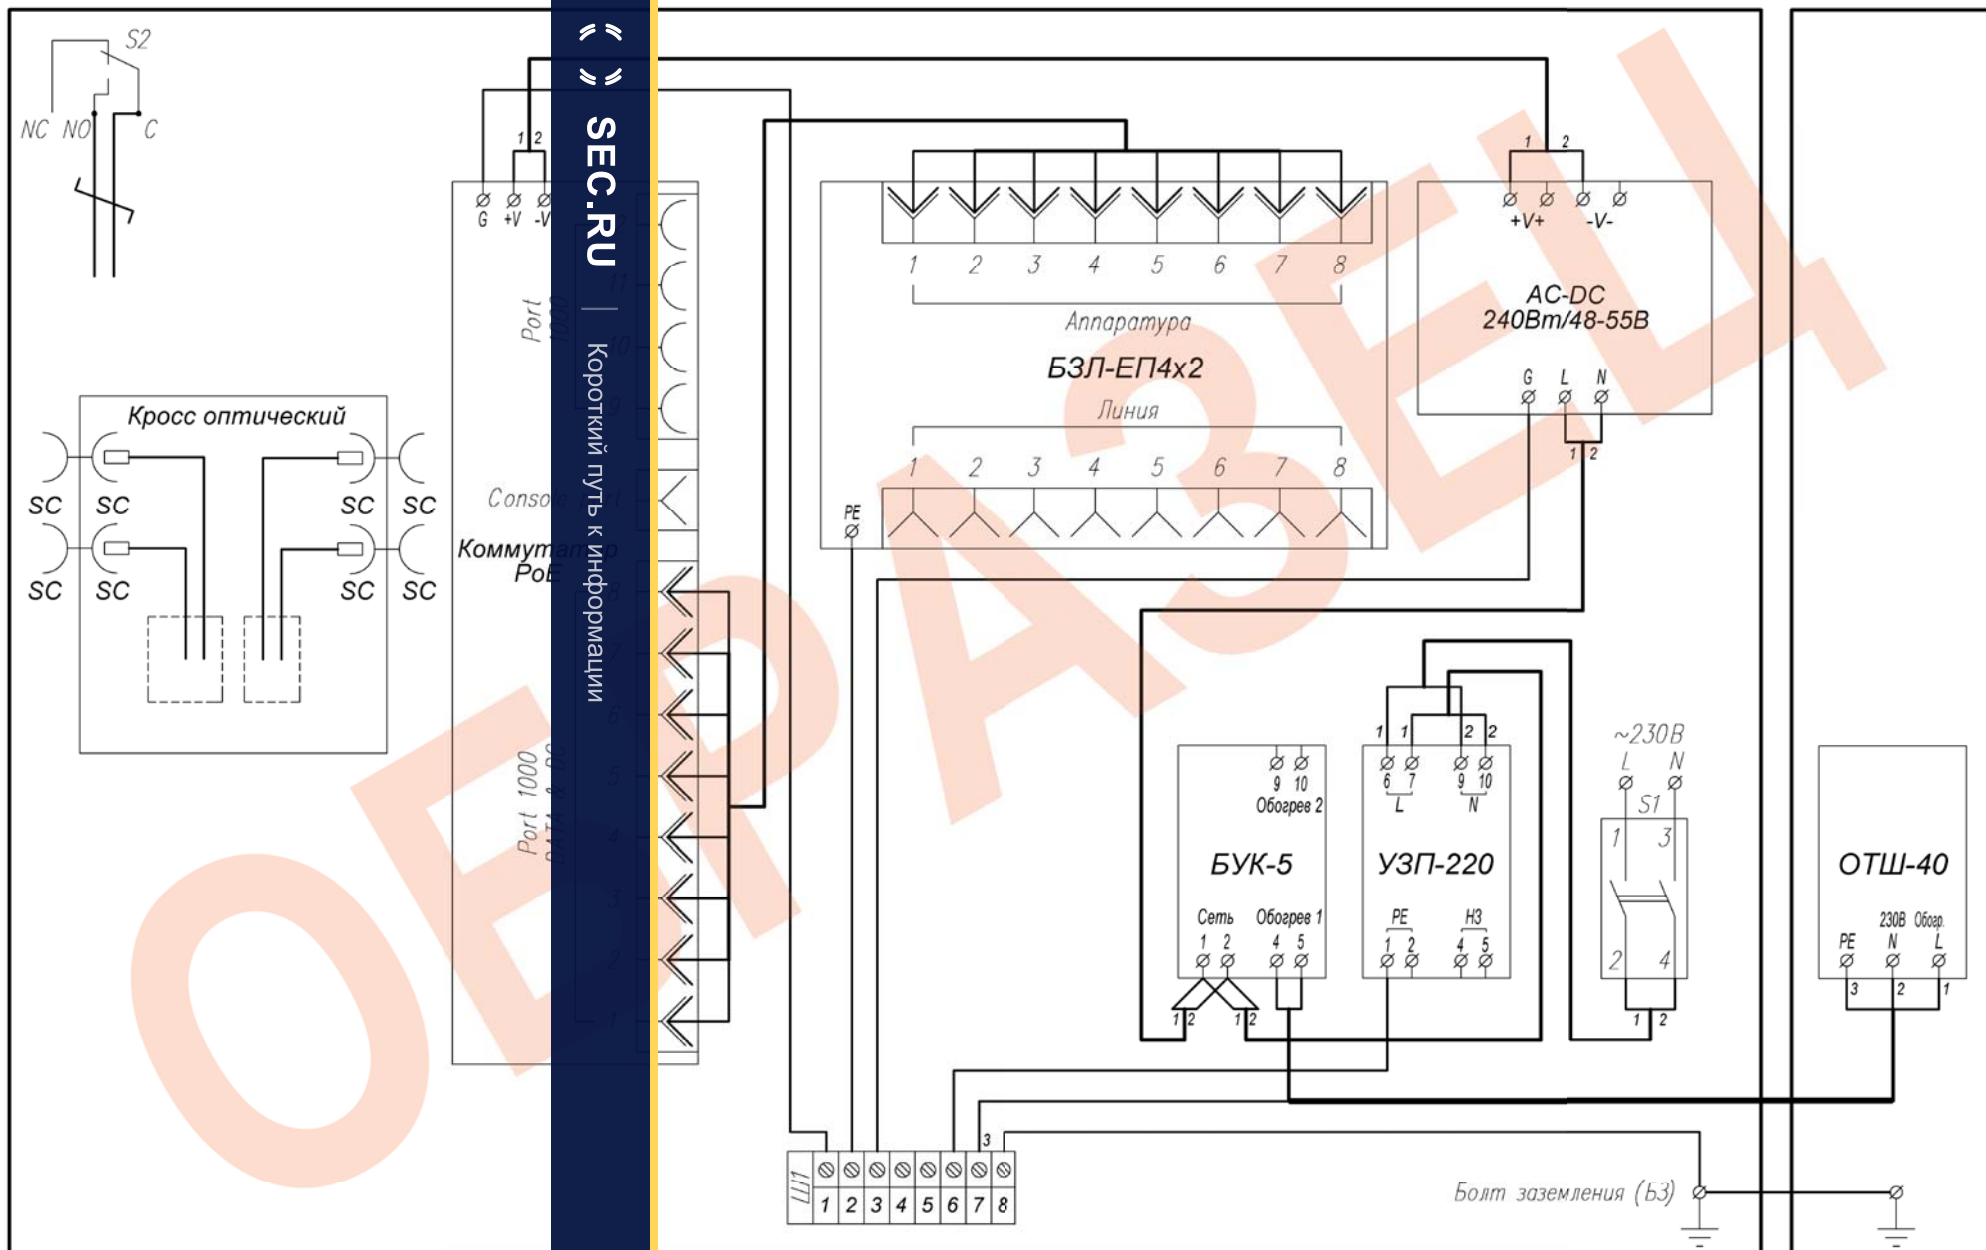

Рис.1 Схема электрическая принципиальная
1. Заземлить изделие при помощи болта заземления (БЗ) (рис.1).
6. Подключить кабель питания к входу автомата питания SFP (сечение подключаемых проводов до 25 мм²), при этом фазный провод (L) соединить с контактом 1, нулевой провод (N) с контактом 3.